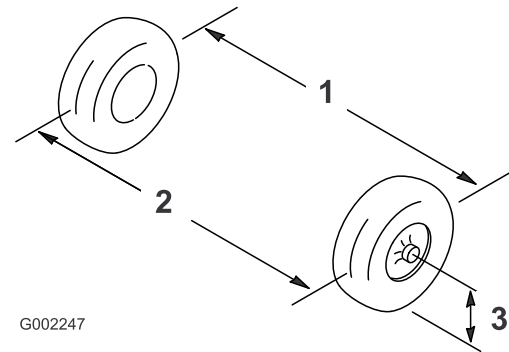

Bild 88
2. Messen Sie den Abstand zwischen beiden Vorderreifen auf Achshöhe (an der Vorder- und Rückseite der Vorderreifen) (Bild 88).